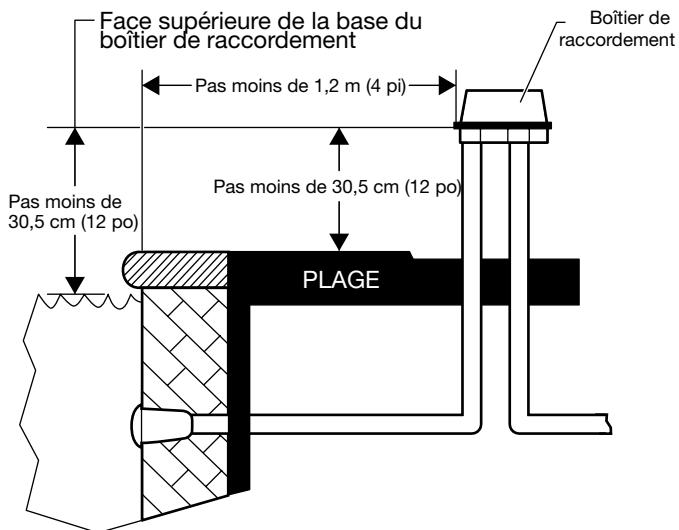

FIG. 1. Emplacement du boîtier de raccordement avec transformateur
1. Déterminez l'emplacement adéquat pour le boîtier de raccordement avec transformateur. Voir FIG. 1 pour les renseignements concernant l'emplacement.